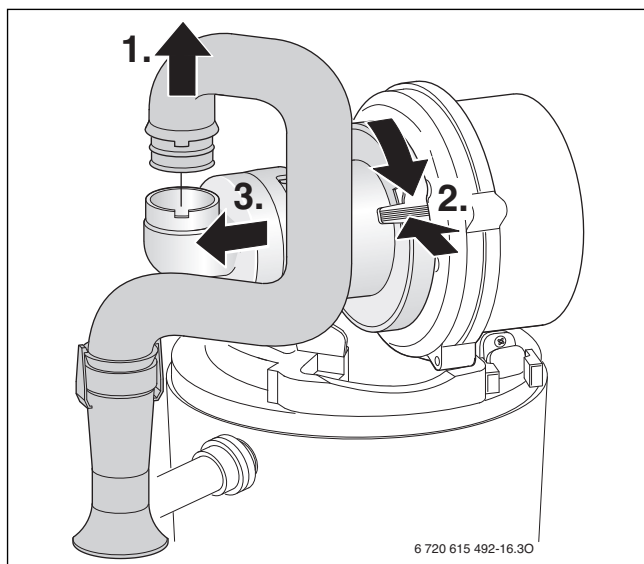

Bild 95 Saugrohr und Mischeinrichtung ausbauen
- Mischeinrichtung nach Bild 95 ausbauen.